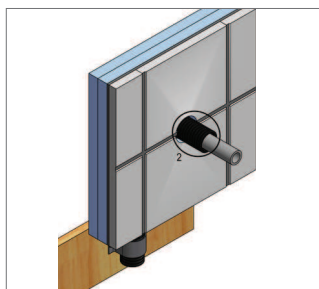

Fig. 5-49
- **Steg 2:** Kapa det ur färdig vägg utskjutande skyddsröret så mycket som det behövs, men se upp att inte skada det inre PEX-röret (Fig. 5-49).